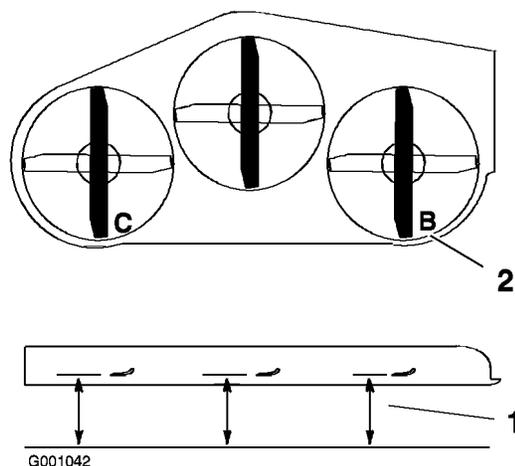

Figure 72
1. Tournez la lame droite dans le sens longitudinal (Figure 72).
2. Mesurez la distance au point **B** entre la surface plane et le tranchant de la pointe de la lame droite (Figure 72).
4. Tournez la lame gauche dans le sens longitudinal (Figure 72).
5. Mesurez la distance au point **C** entre la surface plane et le tranchant de la pointe de la lame gauche (Figure 72).